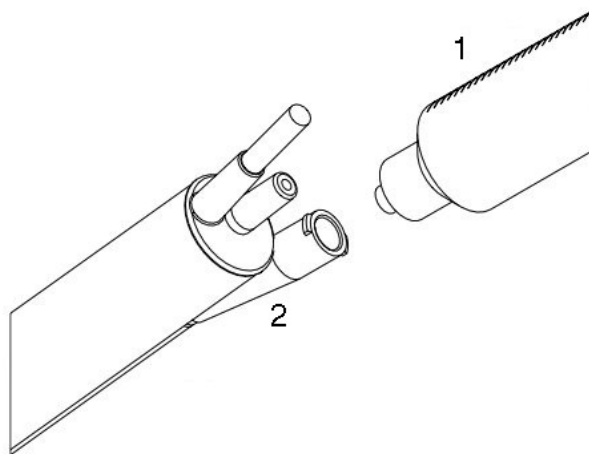

Figura 5.5. Limpieza del mango de ultrasonidos.
- C. Enjuague el orificio de irrigación como se indica a continuación (consulte Figura 5.5 abajo):